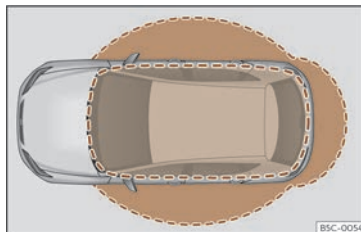

Abb. 75 Keyless-Access: Näherungsbereiche.
- Das Fahrzeug wird entriegelt, wenn der Zündschlüssel in einem Bereich in der Nähe erkannt wird >>> (Abb. 75). Alle Blinker des Fahrzeugs blinken zweimal.